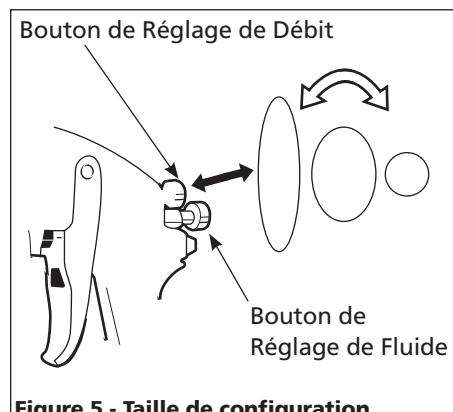

Figure 5 - Taille de configuration
2. Choisir la taille de configuration pour la forme désirée. Pour un plein débit, ouvrir le bouton de réglage de débit en tournant au sens contraire des aiguilles d'une montre. Pour un débit rond, tourner le bouton de réglage de débit au sens des aiguilles d'une montre (Voir Figure 5).
3. Tourner le bouton de réglage de fluide complètement au sens des aiguilles d'une montre jusqu'à ce qu'il soit fermé (Voir Figure 5).
5. Desserrer les écrous de presse-étoupe. Remplacer le presse-étoupe SEULEMENT si la fuite ne peut pas être étanchée en resserrant l'écrou. (Voir Figure 5). Ne pas trop serrer un écrou de presse-étoupe, ceci peut limiter le déplacement de l'aiguille.